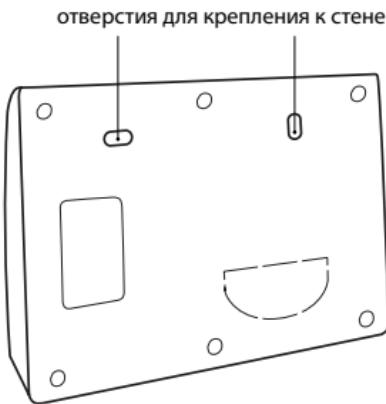

Рис. 7. Вид модуля управления Neptun ProW сзади
2. Закрепите корпус прибора на ровной поверхности, например на стене при помощи двух саморезов 3,0x25 мм (рис. 7).